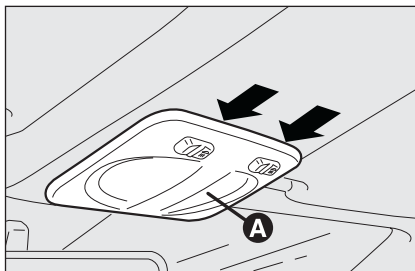
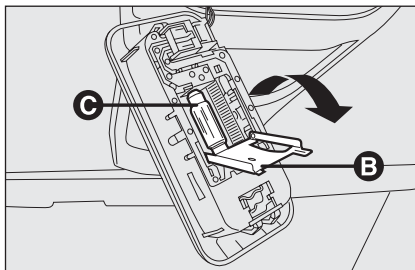

рис. 30
рис. 31
- Нажмите на точки, указанные стрелками, и выньте колпак **А-рис. 30**;
- Замените лампы **С-рис. 31**, вынув их из боковых контактов. Убедитесь, что новые лампы надежно закреплены между контактами;
- Закройте крышку **В-рис. 31** и установите колпак **А-рис. 30** на место, надежно защелкнув.